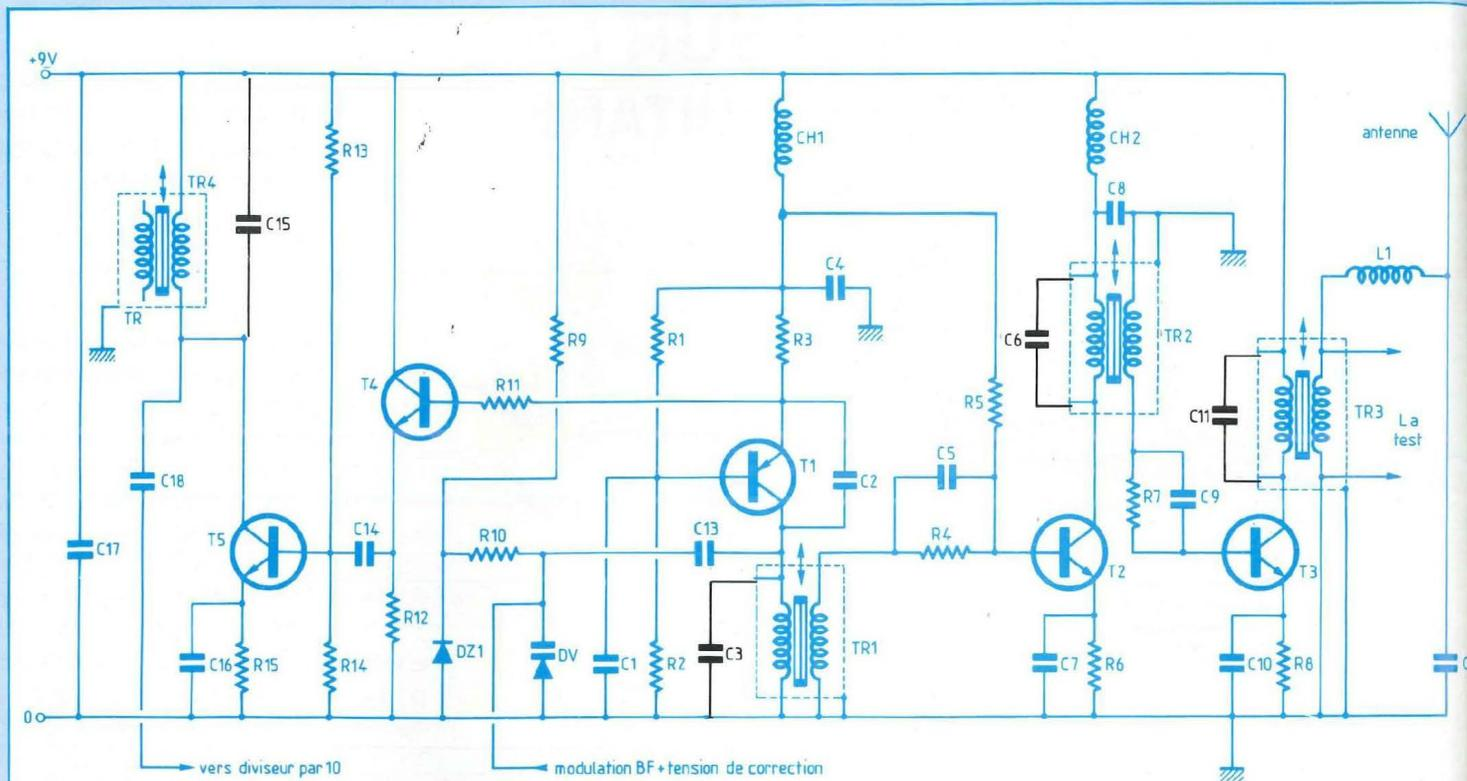

Fig. 9 : Etage HF de l'émetteur.
Le décalage de fréquence de l'oscillateur pilote, donc, finalement de la porteuse émise par l'antenne et de la fréquence de l'oscillateur libre T1 (N° 100, figure 9), implique un glissement proportionnel de l'accord des divers circuits résonants LC, tant à l'émission qu'à la réception. Rappelons que la fréquence d'accord est donnée par la relation :
- dans l'émetteur, sur les condensateurs C3, C6, C11 et C15 (N° 100, figure 9).
L'erreur est d'autant plus vicieuse que, vérification faite, elle ne perturbe en rien le fonctionnement du diviseur IC1. En effet, bien que sa broche 14 se trouve alors à $\pm 5,6$ V, l'étage T5 (figure 9) délivre une amplitude largement suffisante pour franchir le seuil de basculement du diviseur rapide.